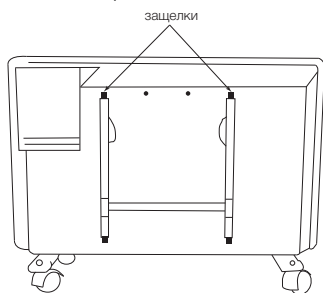

Рис. 4
- нажмите на защелки и потяните кронштейн на себя нажав вниз на две защелки (рис. 4);
Конвектор не требует специального ухода. Перед обслуживанием (уходом) необходимо выключить конвектор из электросети. Корпус прибора следует время от времени протирать мягкой тряпкой или влажной губкой. Ни в коем случае не используйте абразивные, пеномоющие средства и растворители. Произвести чистку пространства позади установленного на стене обогревателя довольно несложно. Нажмите вниз две защелки (рис. 4) на задней стенке обогревателя, и потяните сам обогреватель вперед. После того, как он будет снят, можно будет вымыть стенку, на которой он был установлен. После завершения уборки установите обогреватель в его нормальное рабочее положение.